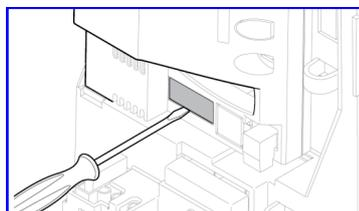

Fig 1
- 1) Rompre la partie prédécoupée puis connecter la batterie (**Fig 1**)